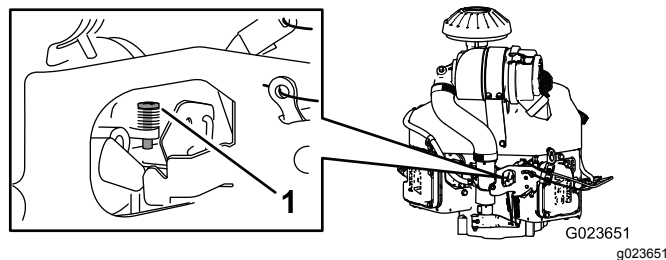

Bild 67
4. Stellen Sie die Anschlagschraube am Vergaser (Bild 67) so ein, dass die Leerlaufgeschwindigkeit zwischen 1350-1550 U/min liegt.